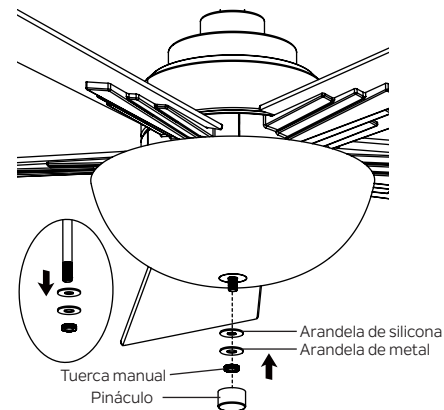

Figura 23
Paso 2. Quite y guarde la tuerca manual, la arandela de metal y la arandela de silicona de la varilla roscada en el kit de luces. (Figura 23)
Paso 3. Levante la pantalla de vidrio hasta el kit de luces, lo que permite que la varilla roscada pase por el orificio central en la parte inferior de la pantalla de vidrio. Coloque la arandela de silicona y la arandela de metal sobre la varilla roscada, luego atornille la tuerca manual en la varilla roscada hasta que quede apretada. NO AJUSTE EN EXCESO. (Figura 23)
Paso 4. Atornille el remate a la varilla roscada y apriete firmemente. (Figura 23)